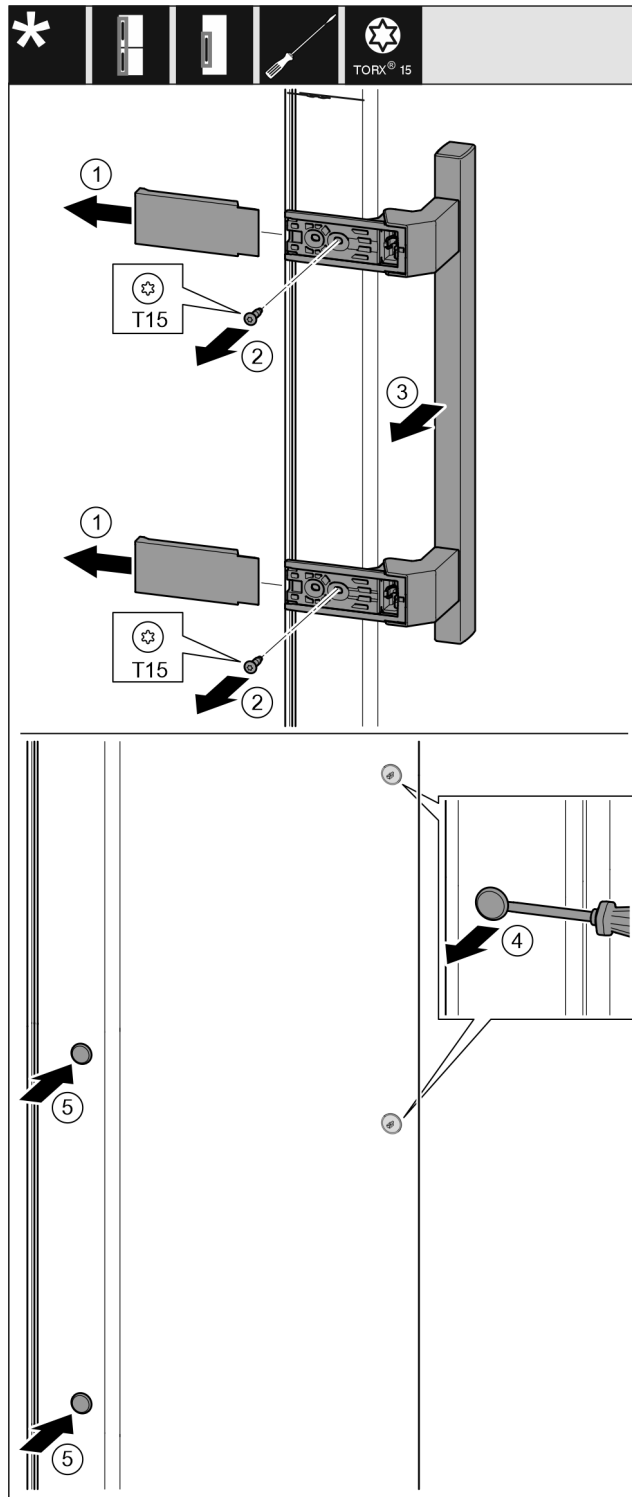

Fig. 17
- ▶ Hiqni kapakun mbulues. Fig. 17 (1)
- ▶ Nxirrni jashtë vidat me një kaçavidë T15. Fig. 17 (2)
- ▶ Hiqni dorezën. Fig. 17 (3)
- ▶ Ngrini lart me kujdes tapat anësore me një kaçavidë me kokë petë dhe nxirrni jashtë. Fig. 17 (4)
- ▶ Vendosni sërish tapat në anën tjetër. Fig. 17 (5)